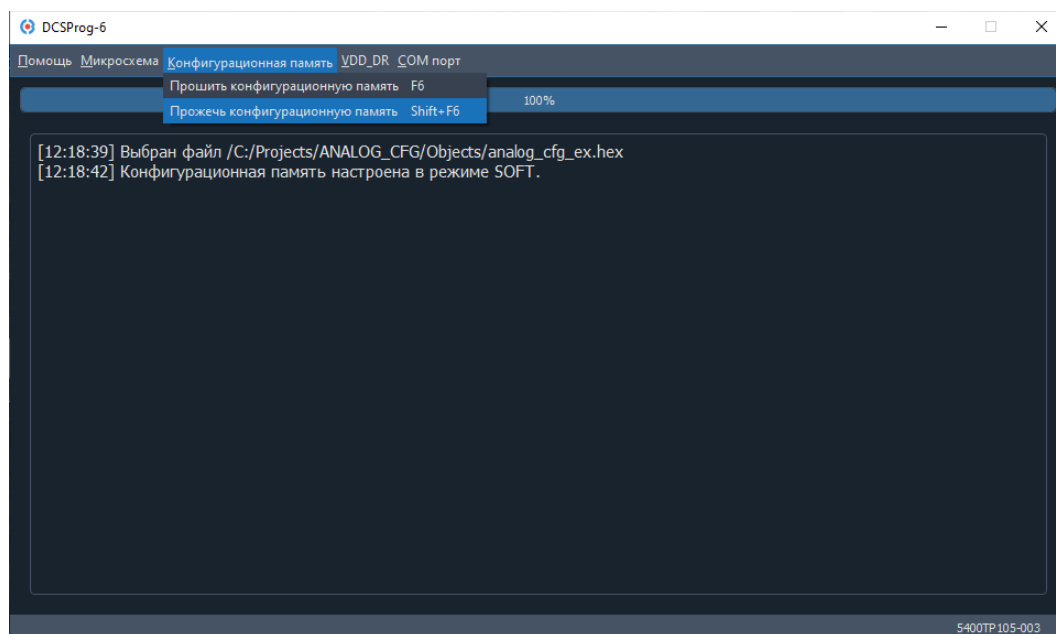

Рисунок 56. Прожиг конфигурационной памяти («HARD»)
2. Выполнить «Конфигурационная память – Прожечь конфигурационную память» (Рисунок 56).